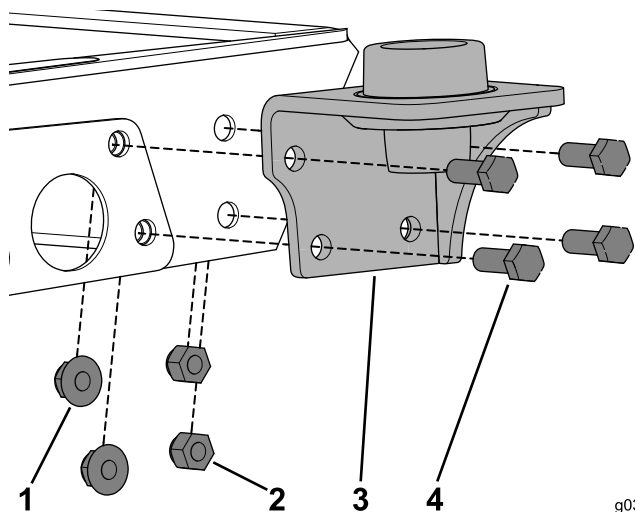

图18
1. 拆下现有的五金件，用 4 个螺栓 (3/8 x 1 英寸)、2 个凸缘螺母和 2 个锁紧螺母将底座固定到机器上 (图18)。